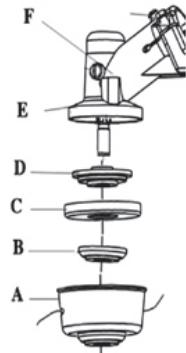

Рис.6
- Совместите отверстие в ступице редуктора с отверстием вала (рис.6). Вставьте фиксирующий стержень в отверстие ступицы. Наденьте внутренний прижим.